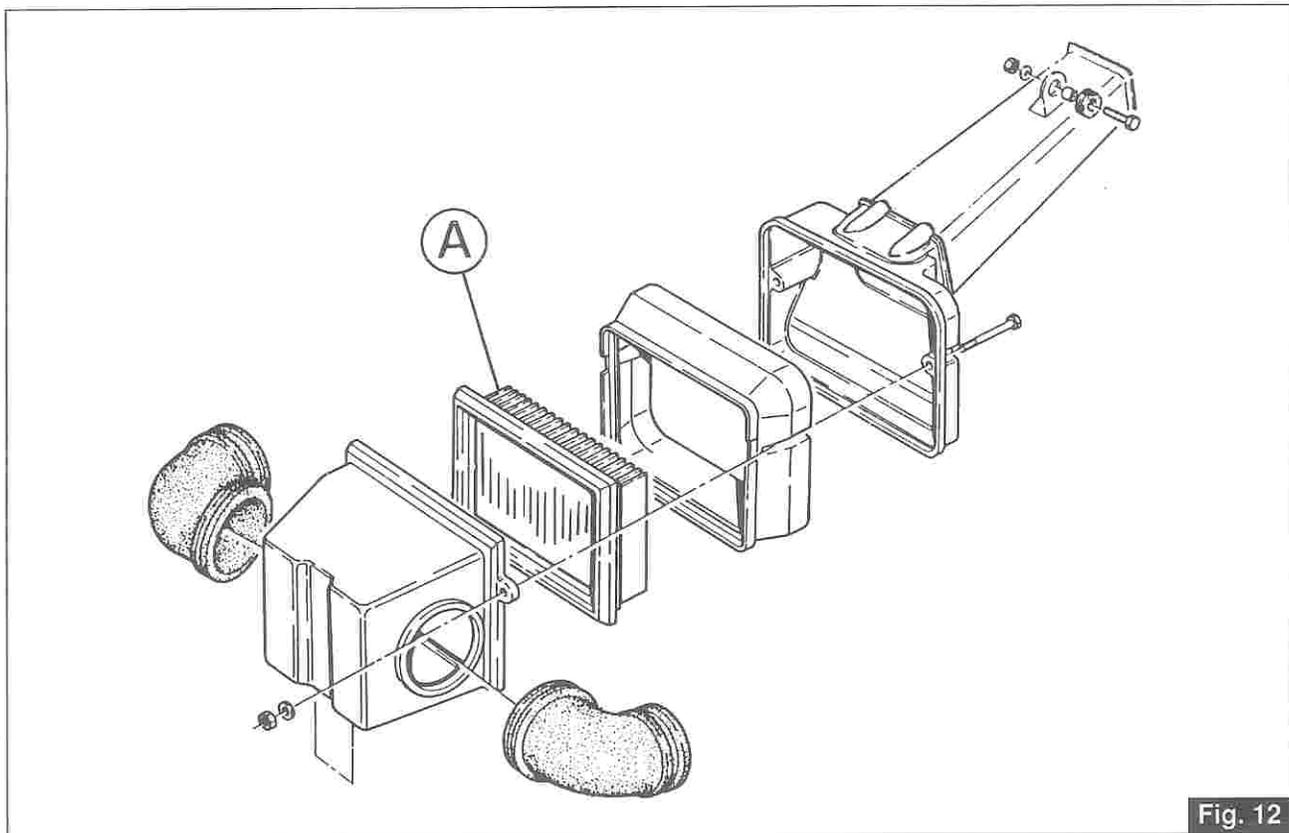

Fig. 12
**Sostituzione filtro aria («A» di fig. 12)**
**Changing the air filter («A» of fig. 12)**